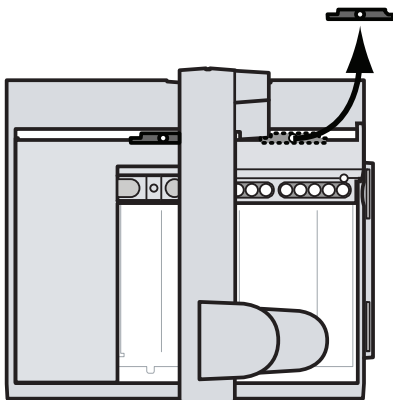

図 6 2 個のプラスチック出荷用クランプの取り外し
- 3 サンプルトレイからプラスチックの出荷用クランプ 2 個を取り外し、破棄します (図 6)。